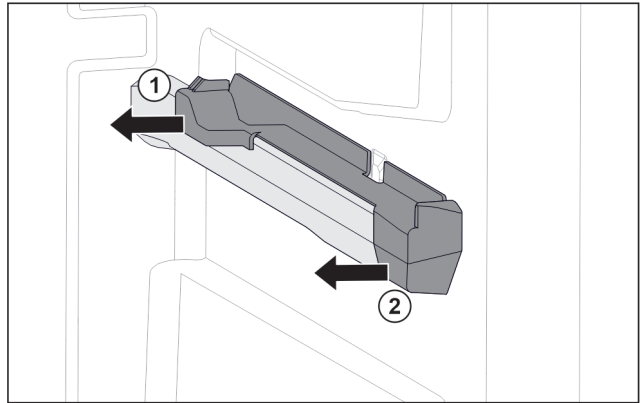

Fig. 55 Вставна частина на правому ребрі для резервуару
- ▶ Відсунути вставну частину назад вбік. Fig. 55 (1)
- ▶ Відсунути вставну частину вперед вбік. Fig. 55 (2)